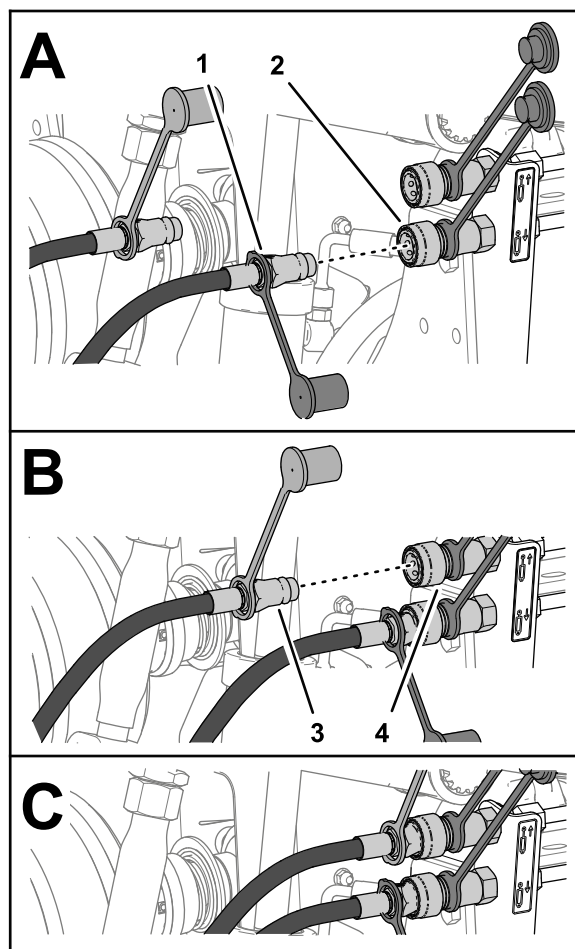

Figura 33
- Ligue o tubo de extensão do cilindro da união de desconexão rápida ao circuito para baixar o acessório traseiro do acoplamento de desconexão rápida (Figura 33).